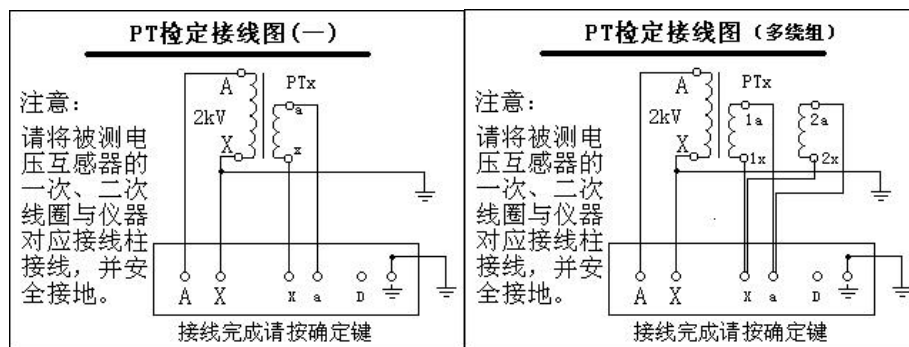

图 6-4 第一步接线图（单绕组）图 6-5 第一步接线图（多绕组）
3、根据所选择的测量方式进行接线，选择‘检定电压互感器（单绕组）’按照图 6-4 接线，选择‘检定电压互感器（多绕组）’按照图 6-5 接线